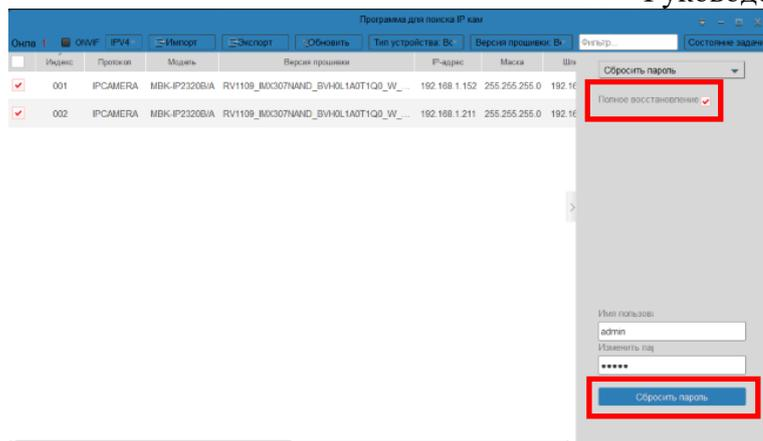

Рисунок 28
3.21. Поставить галочку «Полное восстановление» (рисунок 28).
3.22. Нажать строку «Сбросить пароль» (рисунок 28).